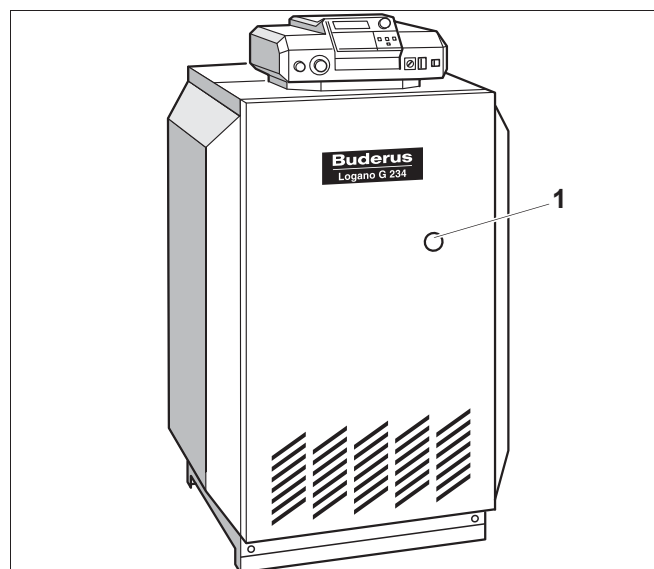

Рис. 26 Кнопка подавления помех/сигнальная лампочка
- Если горит сигнальная лампочка на кнопке подавления помех (рис. 26, **поз. 1**), то нужно нажать кнопку.